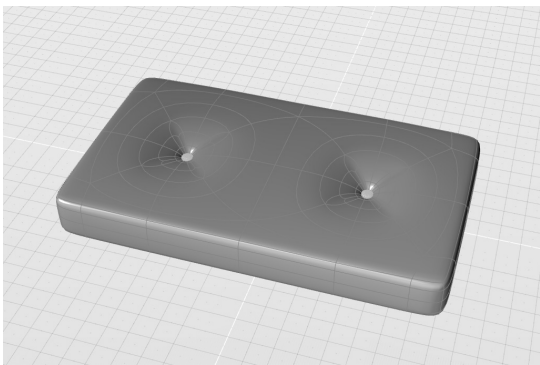

图 7-29 创建装饰扣
9) 转化成曲面编辑效果以观察, 并且可以再创建两个多边形球体作为装饰扣放置于拉点凹处, 如图 7-29 所示。